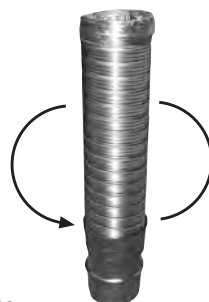

FIGURA 2
b) La corretta installazione di condotti flessibili, mediante il manicotto di giunzione senza guarnizione (FLDP31604FXM, FLDP31604FXF, FLDP31604FXFX ...), è riportata in figura 2.
- Inserire ora il raccordo a T che permette di collegare il canale da fumo al camino. Posizionare quindi il manicotto di giunzione tra elementi rigidi e flessibili come illustrato in figura 2 e sistemare il condotto flessibile fino al raggiungimento della quota di sbocco, tagliando il tubo flessibile.